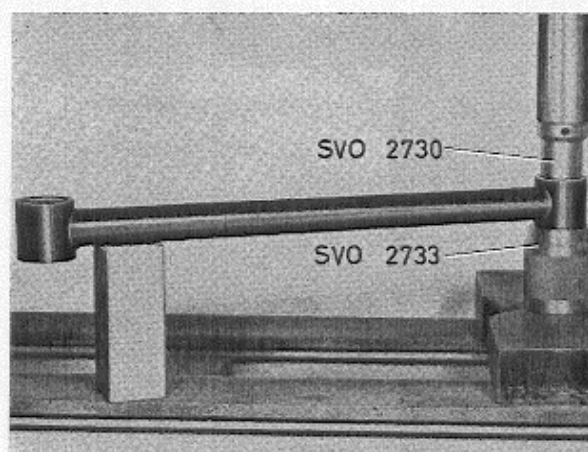

Fig. 7-11. Demontage van de bus van de dwarsstabilisator
5. Pers de achterste bus uit met SVO 2730 en SVO 2733. Pers de nieuwe bus er met dezelfde gereedschappen in, maar gebruik SVO-2730 in omgekeerde stand. (Fig. 7-11).
4. Pers, indien nodig, de busen uit met SVO 2730 en SVO 2733 (Fig. 7-11).